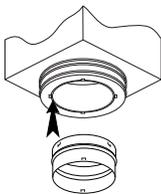

Figure 3
• Adaptateur à fixation à ressort (Figure 3)